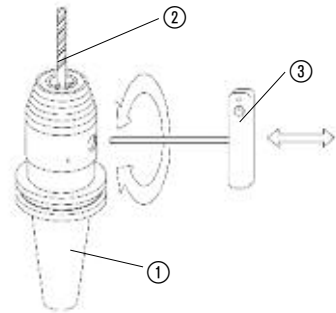

Bild 2
Drehen Sie den Schlüssel ③ mit dem angegebenen Anzugsmoment (siehe Tabelle Seite 7) im Uhrzeigersinn, um das Werkzeug ordnungsgemäß zu spannen (Bild 2).